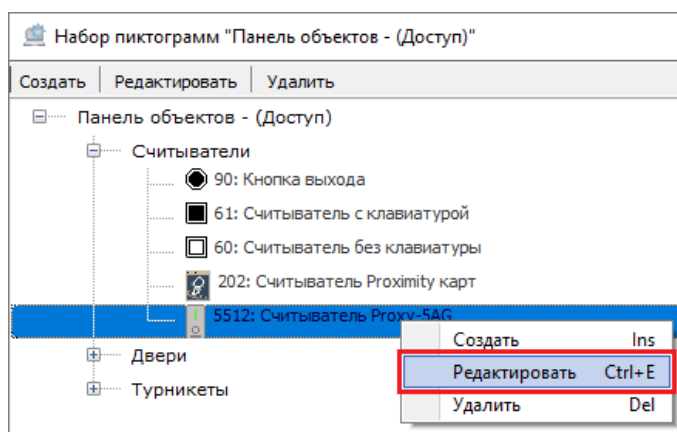

Рисунок 6-521 Переход к редактированию пользовательского вида пиктограмм
- 3) щелкните по выбранному пользовательскому виду пиктограмм правой клавишей мыши и выберите в контекстном меню вида пиктограмм команду «Редактировать» (см. Рисунок 6-521) или выделите выбранный пользовательский вид пиктограмм и нажмите сочетание клавиш <Ctrl+E> на клавиатуре;